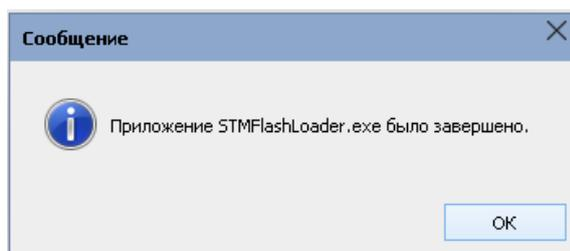

Рисунок 15 – Сообщение об успешном обновлении
9. Успешному результату процесса обновления соответствует сообщение (Рисунок 15).